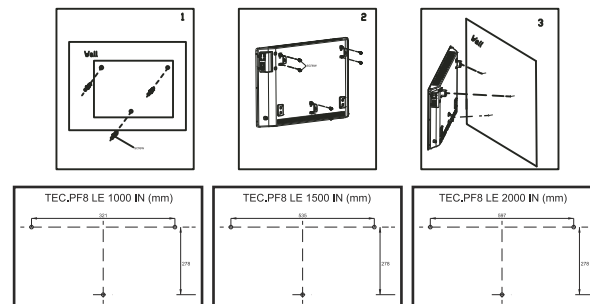

Рис. 3
### 4. ОПИСАНИЕ КОНВЕКТОРА (РИС. 3)
4. Согласно рис. 3 просверлите отверстия необходимого диаметра, вставьте дюбели, и закрутите установочные винты.
5. Подвесьте конвектор на кронштейны и проверьте надёжность крепления (см. рис. 3).